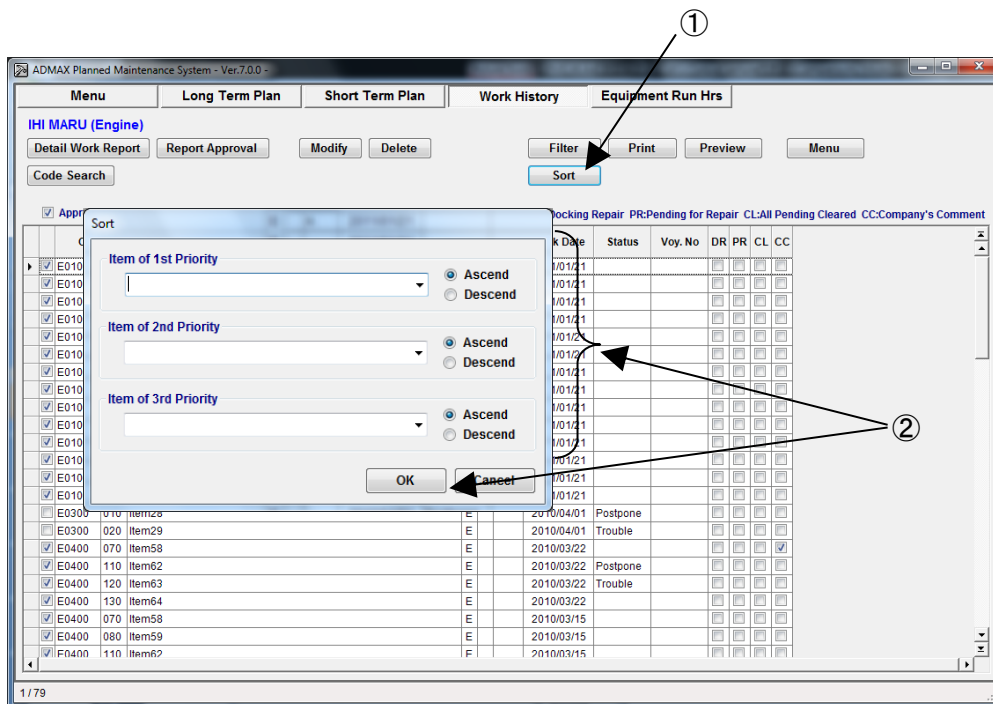

図 16-5 Work History 画面
- (1) "Work History"画面(図 16-5)で、[Sort]ボタンをクリックしてください。
- (2) 優先順位を 3 項目まで設定することができます。設定後、"Ascend" (昇順) 又は"Descend" (降順) を選択し、[OK]ボタンをクリックしてください。
- (3) "Work History"画面に戻り、表示項目がソート条件に従い並び変わります。